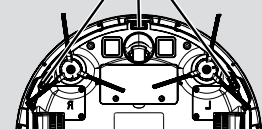

Fig. 22
2. Vend Roboten. **[Fig. 22]**